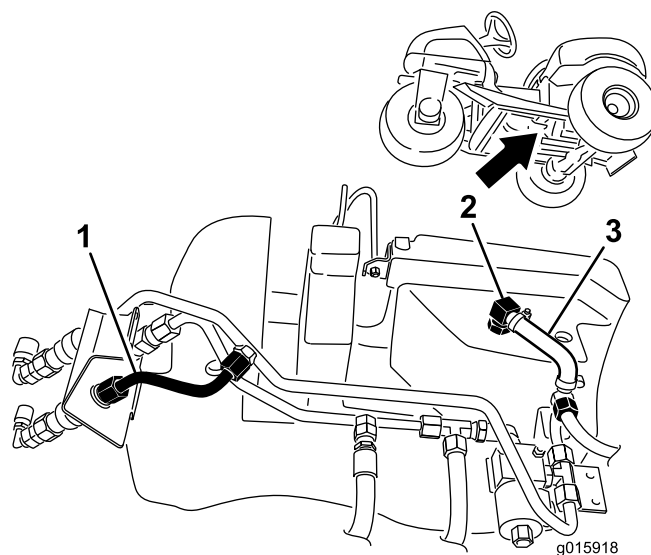

図 8
1. カップラフィッティングと油圧ラインのポートに接続されている短い油圧ラインを外す (図 8)。
2. モールドタイプの細いホースを、油圧タンクの小さいエルボフィッティングと細い油圧チューブから外す (図 8)。クランプは捨てずに保管するがホースは捨てる。
3. 油圧オイルタンクから小さいエルボフィッティングを外す (図 8)。